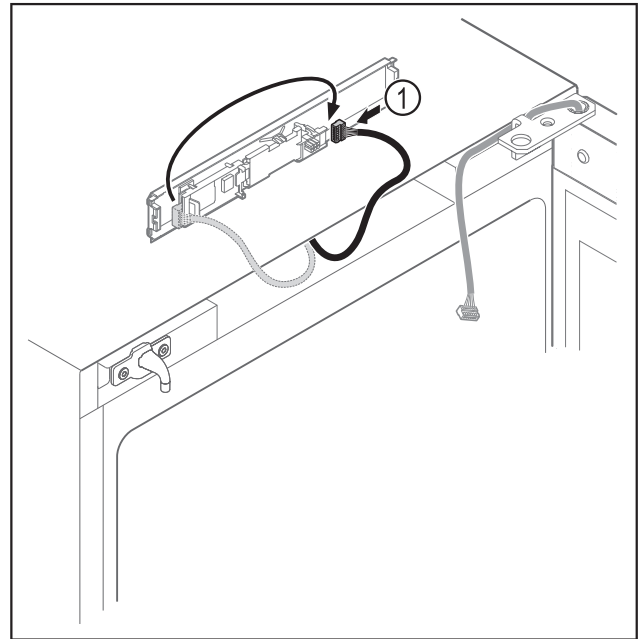

Fig. 5
- Brancher le connecteur Fig. 5 (1) de l'autre côté.